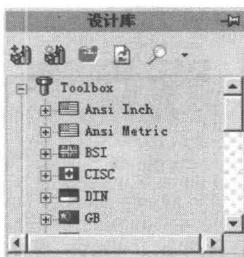

图 1-4
- Toolbox: 包括使用单位所制定的常用标准件, 如图 1-4 所示。